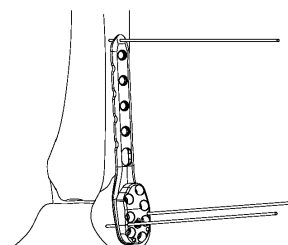

図7-1
- 6) 骨折線をまたいでプレートを設置し、1.3 ガイドピンにて仮固定します。（図7-1）